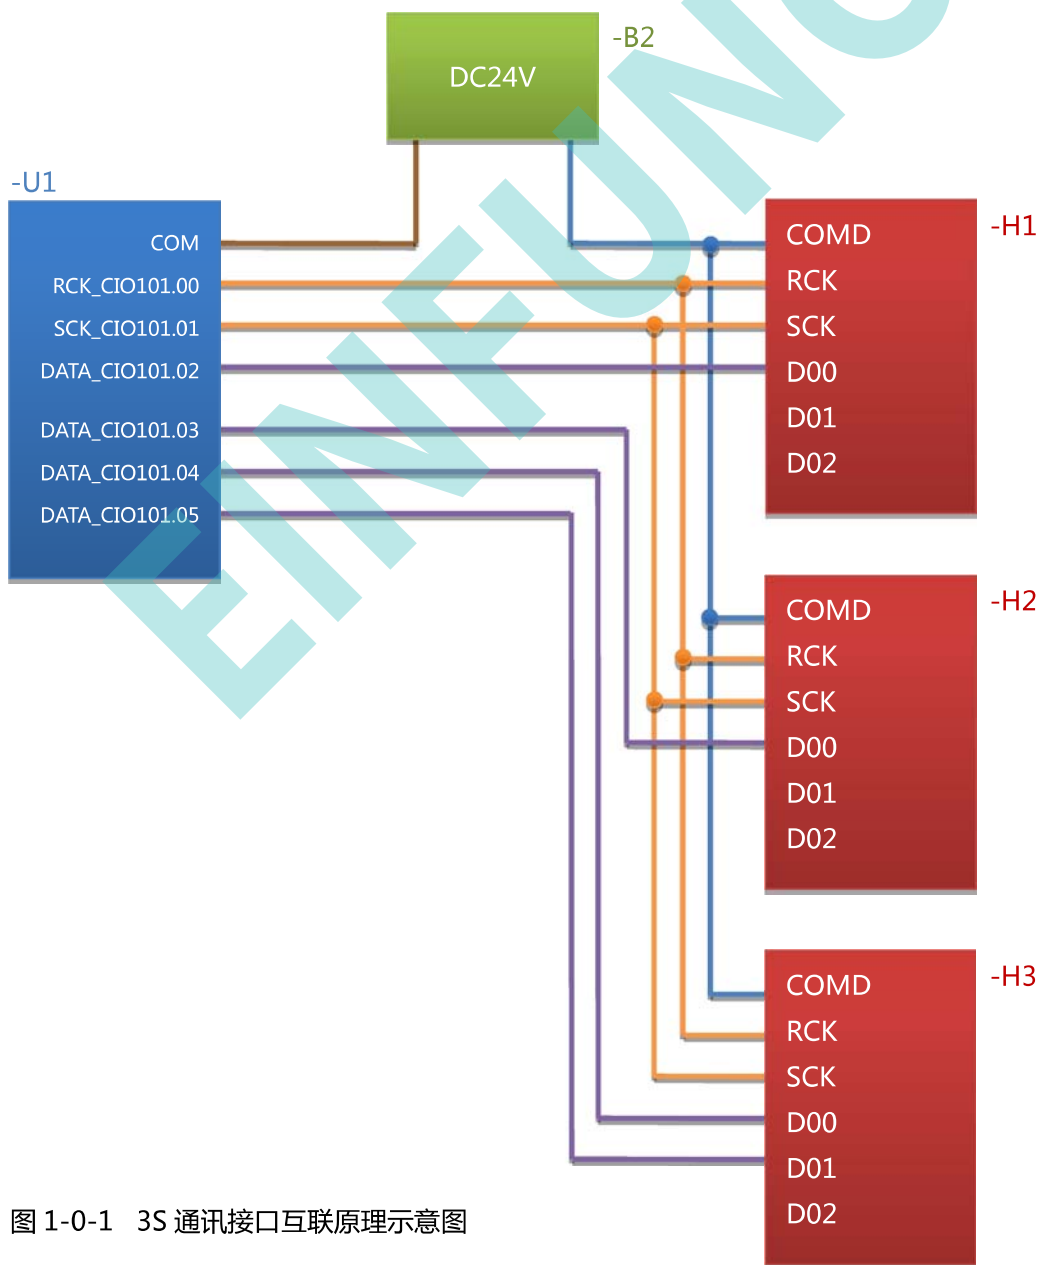

图 1-0-1 3S 通讯接口互联原理示意图
3S 通讯技术是指将 PLC 程序中任意指定的操作数如计时器、计数器、内部变量数据和常量数据,通过 PLC 直流固态输出点组成的 3S 通讯接口串行传送至带有 3S 通讯接口的外部设备上,使这些设备对接收到的数据进行进一步的处理,如图 1-0-1 所示。这项技术由任志兵于 1995 年发明研制,在当年申请并实施了实用新型专利:ZL95226265.7。在图 1-0-1 中:
任选 PLC-U1 三个晶体管输出点作为最基本的 3S 通讯接口,如图 1-0-1 中所示的 CIO101.00、CIO101.01 和 CIO101.02 点:
在最基本的连接基础上只需增加数据输出口 CIO101.03、CIO101.04、CIO101.05.....,各个数据通道在时钟的驱动下同时向外部设备的数据输入端 D00、D01、D02.....传送数据,每个通道每帧传送一个字(16Bits)的数据码。这样能够保证传送速度不变。图 1-0-1 中,-H3 外设需要接收双整数数据 DINT(32Bits),PLC-U1 需要两个数据输出口,一个传送双整数的低字,另一个传送双整数的高字。
- ❖ 3S 通讯线路电源就是图 1-0-1 中的-B2 电源，DC24V。它与各设备的 COM/COMD 的连接方向取决于 PLC-U1 的 DO 晶体管/场效应管的有效电流方向：